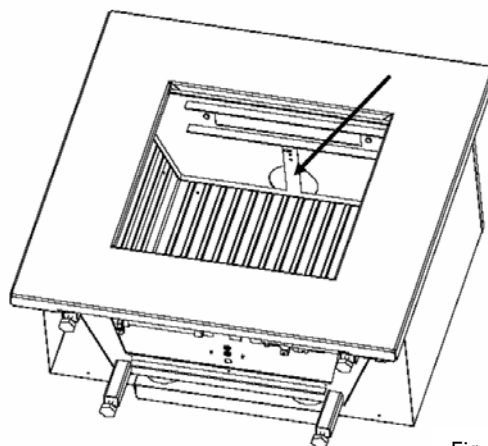

Fig. 8
- 4) Plaats de juiste stuw in de verbrandingskamer (zie fig. 8). Voor de berekening hiervan zie hoofdstuk 4.